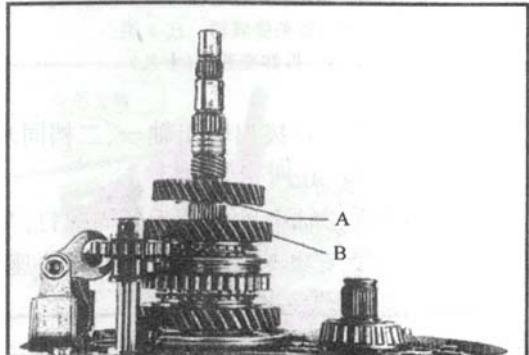

图 4-35 安装变速器 (四)
(4) 装入二档、三档从动齿轮的滚针轴承、同步环及齿轮。装三档从动齿轮时, 有凸台侧朝向二档从动齿轮, 如图 4-35 所示。